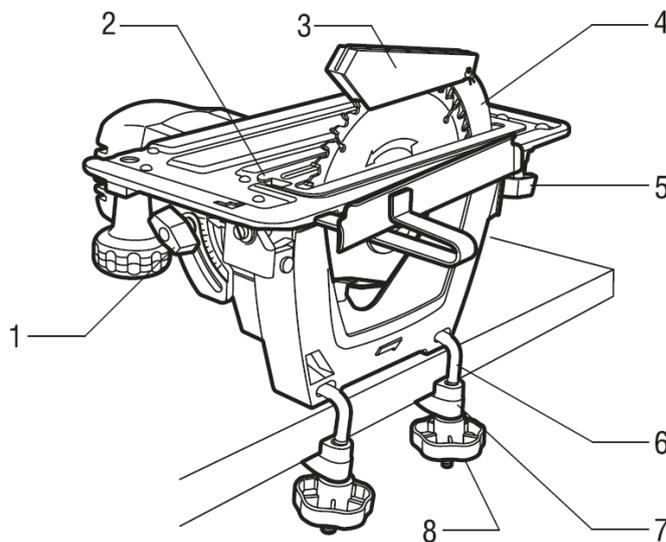

Рис. 8
- Для установки пилы в стационарное положение на рабочем верстаке, переверните пилу, как показано на рисунке 8, пильным диском вверх и установите ее так, чтобы струбцины крепления (7) (См. Рис.8) разместились между направляющими стойки и поверхностью верстака.
- Проденьте гак струбцины (6) сквозь отверстия в стойке корпуса пилы, закрепите струбцину к верстаку гайкой (8) (См. Рис.8).
- Установите вставку (2) (См. Рис.8). Для ее установки приподнимите основание пилы до глубины пиления около 10 мм. Ослабьте 2 винта (1;5), фиксирующие угол наклона основания пилы, и слегка наклоните основание.
- Установите систему защиты пильного диска. Для этого удалите серийный расклинивающий нож и установите расклинивающий нож (4) (См. Рис.8) из комплекта стойки. При этом расклинивающий нож не должен выступать за габарит пильного диска по режущим зубьям по ширине. Это достигается с помощью регулировочной пластины, установленной под расклинивающий нож.
- Установите пластмассовый кожух (3) (См. Рис.8). Убедитесь в отсутствии заклинивания подвижных защитных кожухов путем их приподнимания и опускания. При этом они должны возвращаться в исходное положение.